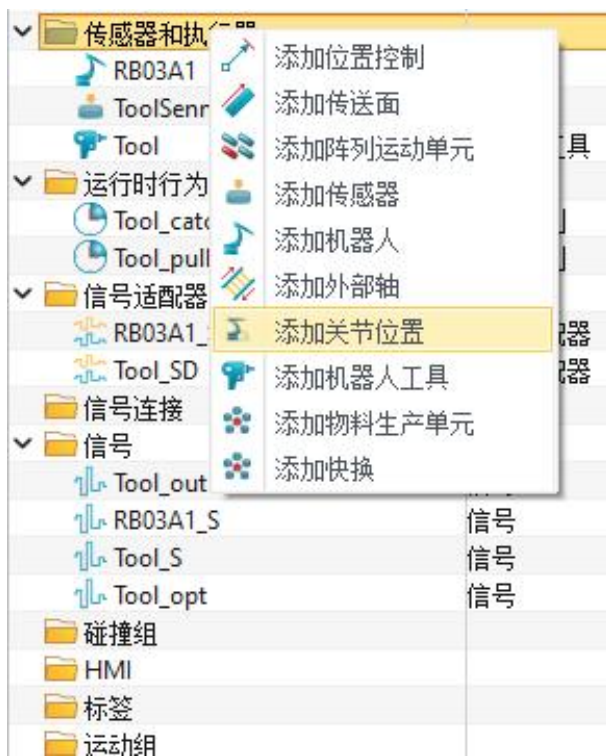

图 12-5: 添加关节位置
- 点击 "传感器和执行器" 并右键添加关节位置。(图 12-5)